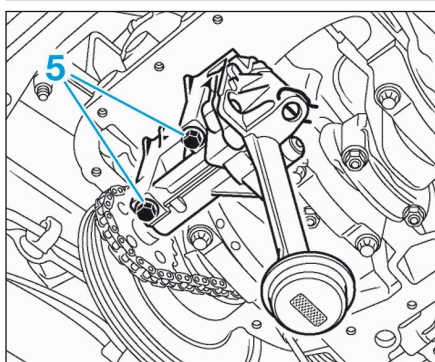

FIG.13
- Déposer les vis (5) de la pompe à huile (Fig.13).